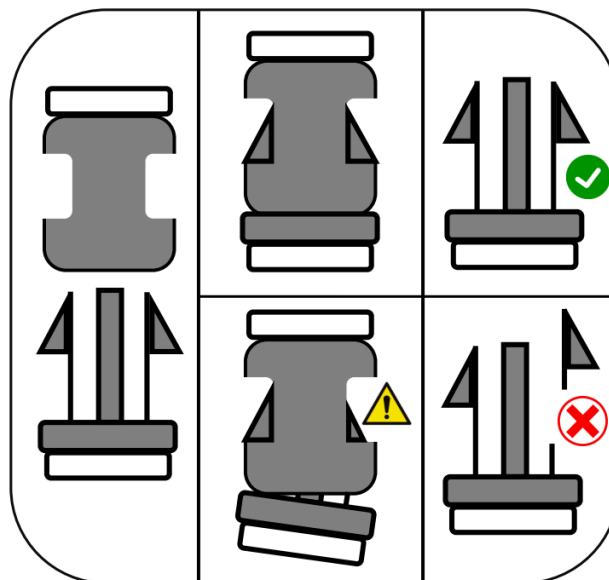

Рисунок 1 – Схема правильного закрытия полуавтоматической застёжки-фастекс
- 4.7 Перед работой необходимо убедиться, что все застёжки-фастексы полностью защелкнуты, а стропы полностью закреплены (см. рис.1).